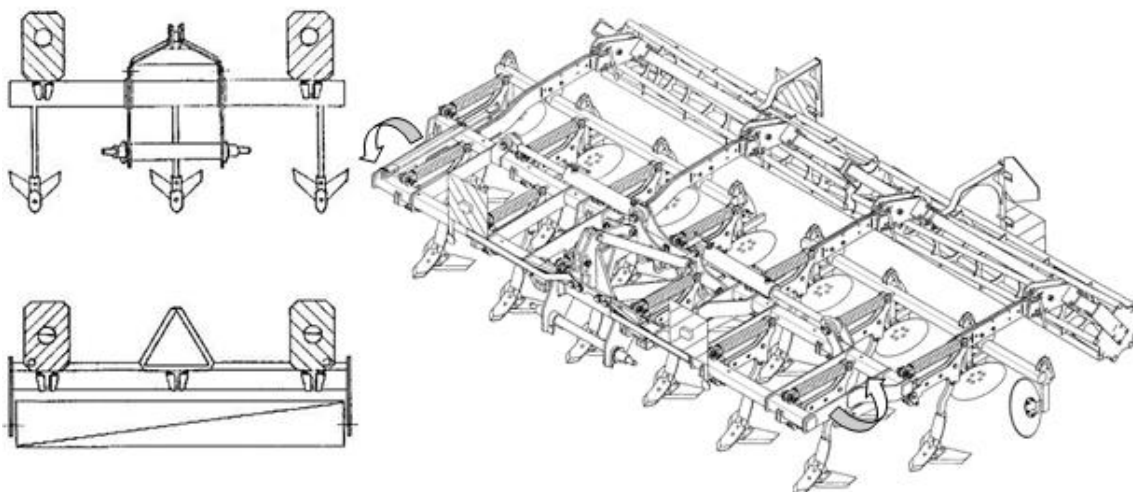

Рис.5 Схема монтажа предупреждающих устройств на культиваторах:
- Запрещается проезд по дорогам общественного пользования агрегата /тягач + луцильный культиватор/ без надлежащей маркировки /см. Рис.5 /.